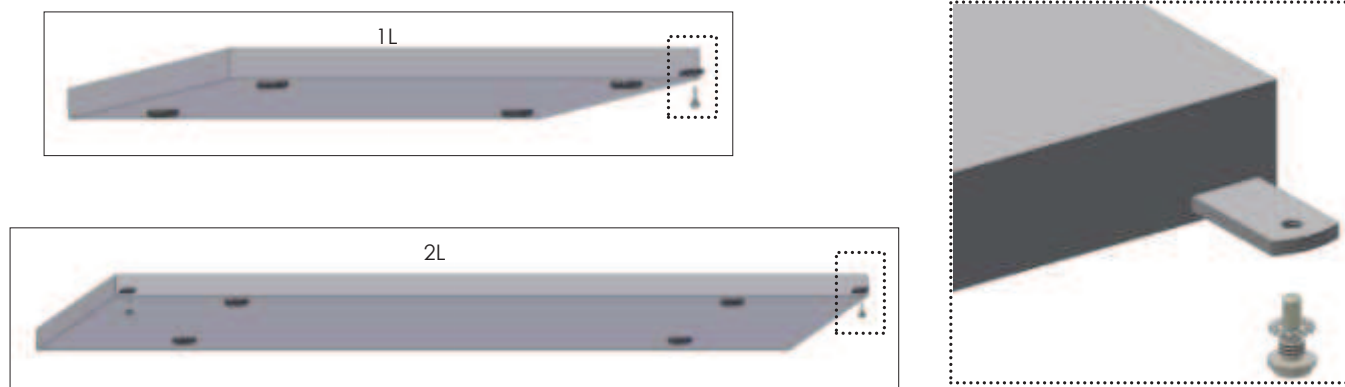

Fig. 1
- Placer les boulons inférieurs avec rondelle éventail sur la languette de fixation de la porte (Fig. 1);